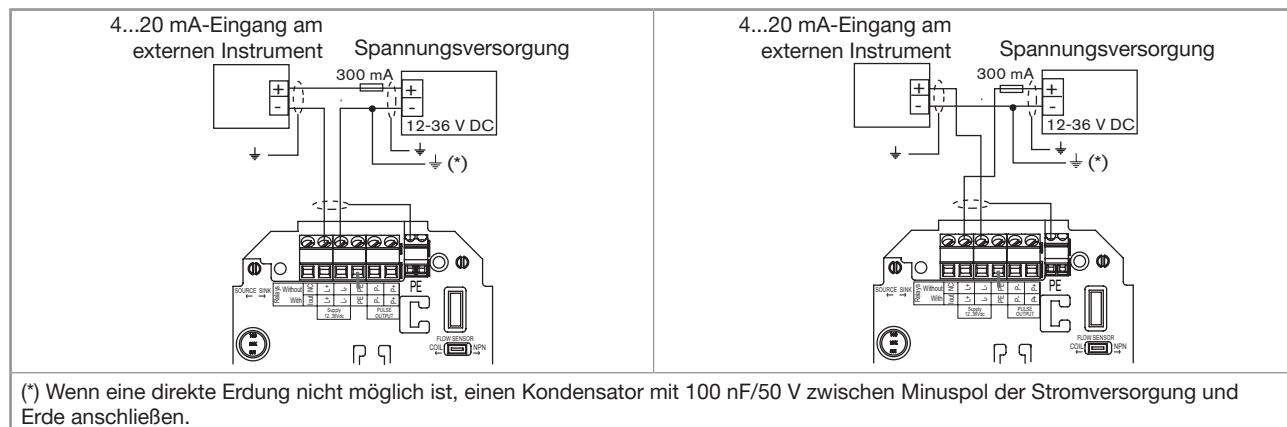

Bild 39: Anschlussmöglichkeiten des Stromausgangs eines Geräts der Version 12...36 V DC, ohne Relais
- Den Stromausgang gemäß Bild 39 verkabeln.